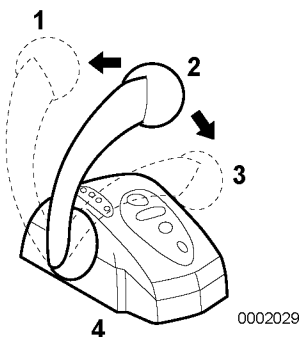

Figure 11
Utilisez la tête de commande à levier unique (**Figure 11, (4)**) du gouvernail pour faire marche AVANT (**Figure 11, (1)**), ARRIÈRE (**Figure 11, (3)**) ou pour régler au POINT MORT (**Figure 11, (2)**) et pour contrôler la vitesse pour une installation à un seul moteur.